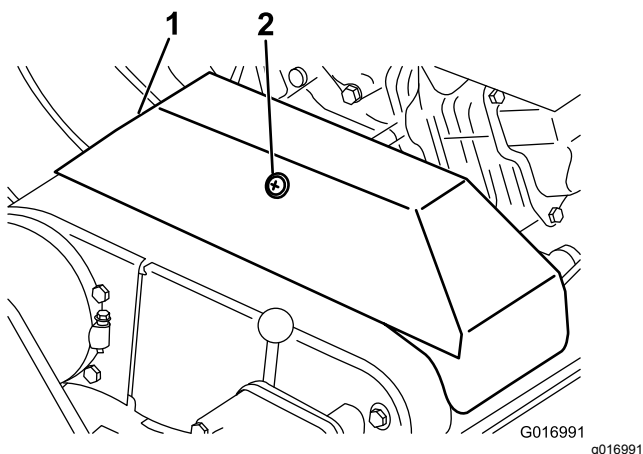

Figura 39
3. Allentate il fermo del copricinghia della cinghia trapezoidale e girate il copricinghia per aprirlo (Figura 39).